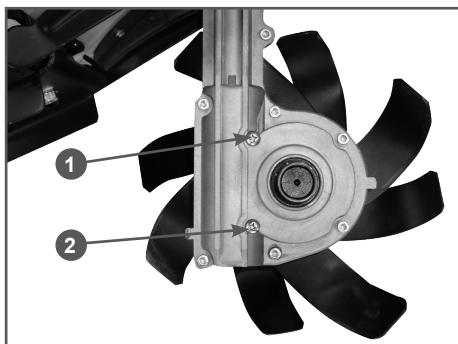

Рис. 24 Замена масла в корпусе редуктора
4. Очистите корпус редуктора вокруг пробок контрольного 1 и сливного 2 отверстий (Рис. 24).
5. Открутите пробки контрольного 1 и сливного 2 отверстий и слейте масло из корпуса редуктора в специально приготовленную для этого емкость (Рис. 24).
6. Закрутите пробку 2 сливного отверстия (Рис. 24).
8. С помощью специального шприца или масленки через контрольное отверстие 1 заливайте в корпус редуктора масло до тех пор, пока оно не начнет вытекать из контрольного отверстия 1 (Рис. 24).
9. Закрутите на место пробку 1 контрольного отверстия (Рис. 24).